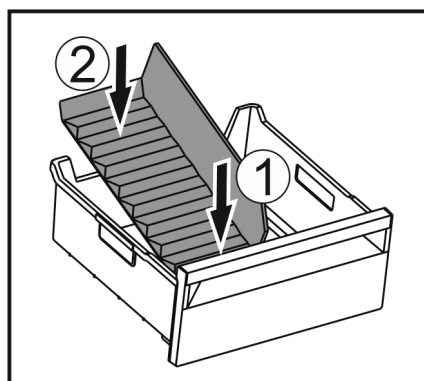

Fig. 103
- ▶ 装入冰格分隔器前部。Fig. 103 (1)
- ▶ 将冰格分隔器后部放低至抽屉底板。Fig. 103 (2)